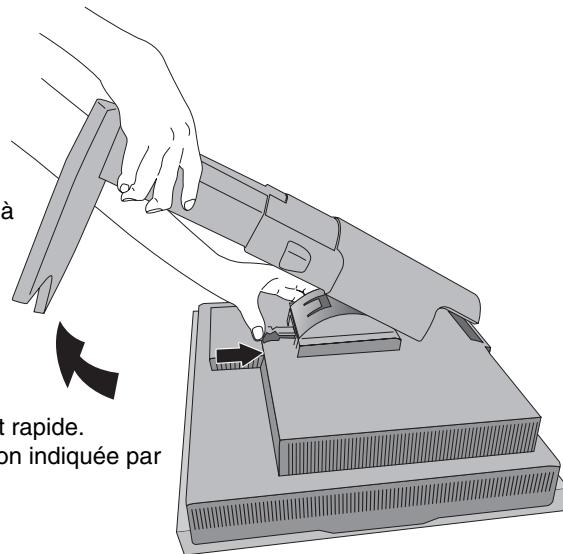

Figure S.1
3. Placez le moniteur face vers le bas sur une surface non abrasive. N'exercez aucune pression sur le capteur avant intégré. Pour cela, posez le moniteur face vers le bas sur un bureau ou une table de telle sorte que le capteur avant intégré soit en-dehors de la surface (**Figure S.1**).
4. Placez une main autour du support et l'autre sur le levier à dégivrage rapide. Appuyez sur le levier à dégivrage rapide et tournez-le dans la direction indiquée par les flèches (**Figure S.1**).
5. Soulevez le support pour le décrocher du moniteur (**Figure S.1**). Vous pouvez maintenant monter le moniteur d'une façon différente. Inversez cette procédure pour fixer à nouveau le support.